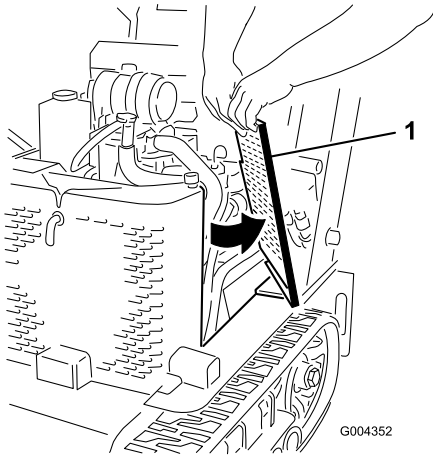

図 27
2. サイドスクリーンを上スライドさせて図 27 前スクリーンとフレームのスロットから外す。